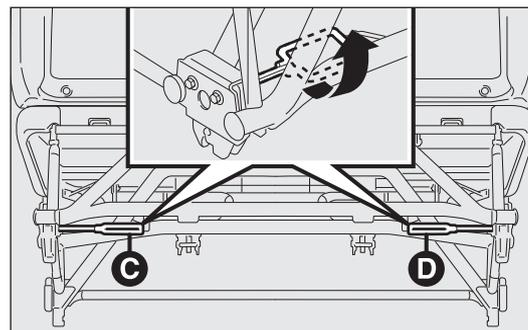

Abb. 34
- ausgehend von der Stellung Sitzbank die Hebel C und D – Abb. 34 nach vorne drehen (wie auf dem Klebeschild auf dem unteren Querträger angegeben);